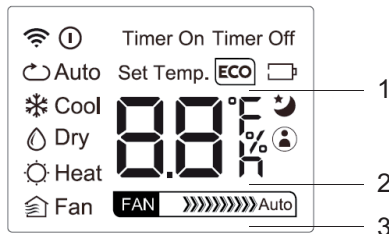

fig. 6 -
1. Funcionamiento "ECO" (part.1 "fig. 6 -") (la pantalla de la unidad de interior lee "E - C - OR" con las letras que aparecen uno tras otro, seguido de una indicación de la temperatura fijada)
2. Funcionamiento SLEEP (n.º 2-"fig. 6 -").